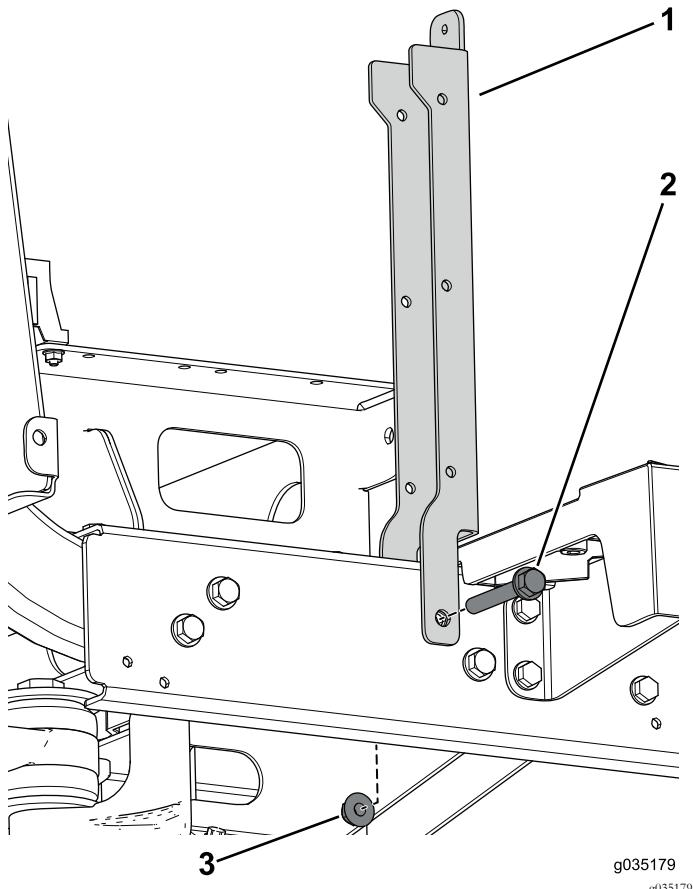

図 85
4. 座席サポートを固定するフランジボルト3/8 x 2-1/2インチとフランジナットを使う図85。